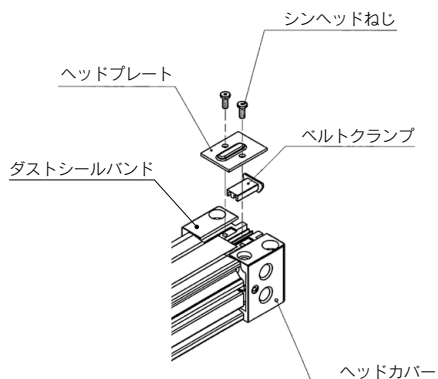

図4
- c. 片側のダストシールバンドとベルトクランプ、ヘッドプレートをシンヘッドねじにより固定します。(図4参照)